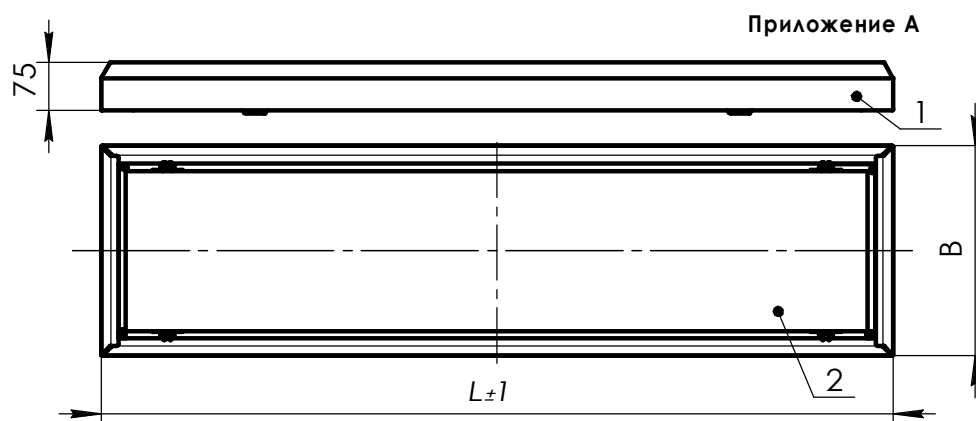

Рис. 1.1 ЛПО04-2х36; ЛПО05-2х36
4.1 Светильник состоит: из корпуса в сборе поз.1, в котором размещена электрическая схема; рассеивателя в сборе поз.2; закрепленного на корпусе светильника с помощью пружин (рис.1.1; рис1.2).